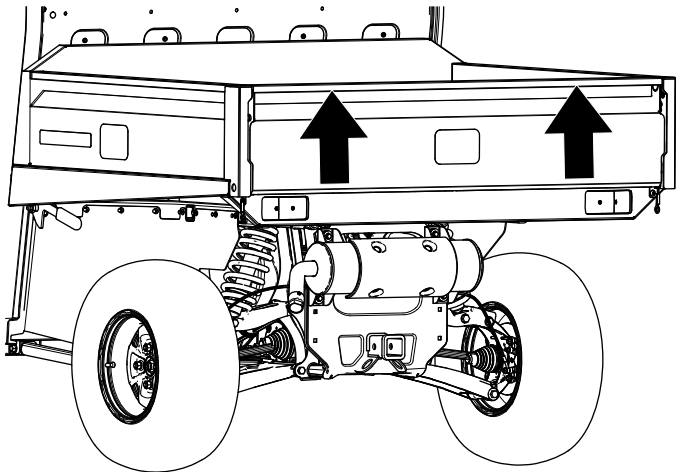

Figure 68
2. Utilisez les deux mains pour soulever le hayon en le prenant par le bord supérieur (Figure 68).